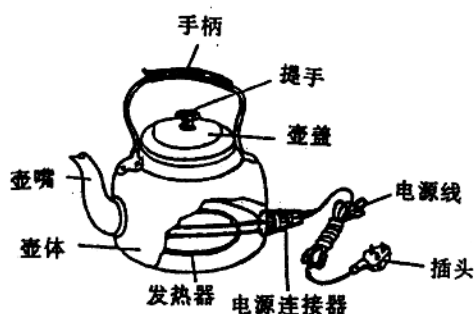

图 1-2-1 普通电水壶的结构图
(1) 观察外观：见图 1-2-1。电水壶由壶体、壶盖、手柄、发热器和电源线等组成。壶体、壶盖采用铝合金材料制成,发热器采用的是封闭式电热元件——电热管。电热管安装在略高于壶底位置并穿过壶体,在壶体内、外壁垫入耐热无毒密封橡胶垫圈,再用管状螺母拧紧接头,从而保证穿孔处密封不漏水且与壶体绝缘,见图 1-2-2。